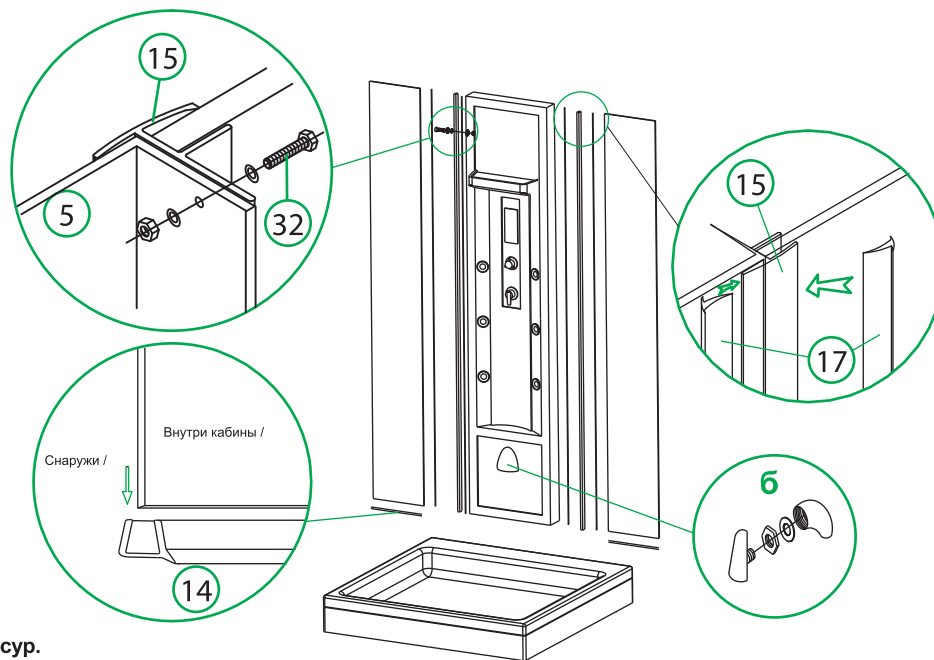

Рис. 6 / 6-сур.
1. Установите на поддон центральную панель. Зафиксируйте на центральной панели соединительный профиль с помощью болтов. Зафиксируйте малые задние неподвижные стеклянные панели в соединительных профилях с помощью ПВХ-уплотнителей (рис. 6). Установите форсунку парогенератора (рис. 6а).